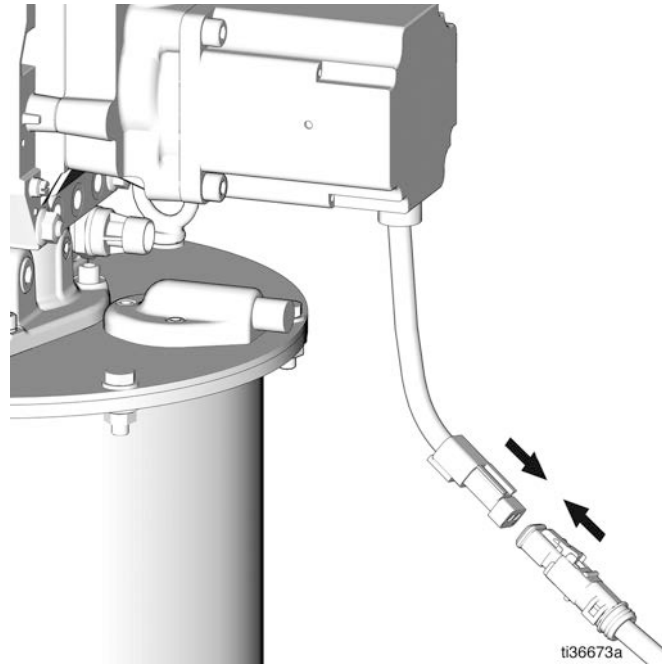

FIG. 15
11. Rebranchez l'alimentation électrique au système (FIG. 15).